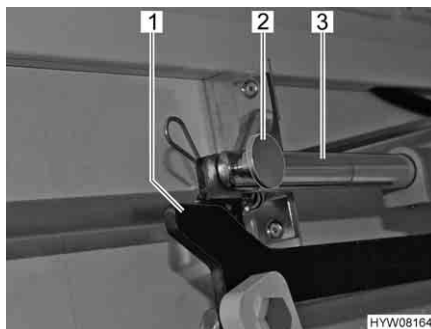

Fig. 45 Azionamento
- Rimuovere il collegamento (copiglia e bullone) (Fig. 45,2) tra la biella (Fig. 45,3) e la leva (Fig. 45,1).
- Afferrare dal basso tra parete laterale e la tiranteria del letto basculante e rimuovere il collegamento (copiglia e bullone) (Fig. 45,2) tra la biella (Fig. 45,3) e la leva (Fig. 45,1).